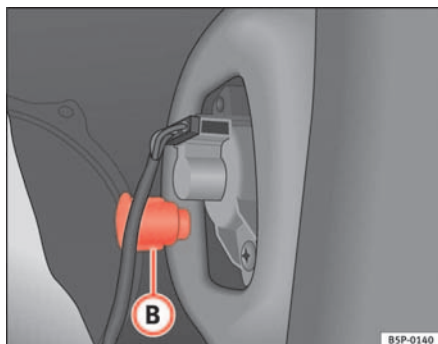

Abb. 182 Standlicht/Bremslicht
- Schrauben Sie die Kunststoffhalterung ⇒ Abb. 182 **B** der Rückleuchte heraus. Zum Herausdrehen können Sie einen Schraubenzieher in dieses Teil einsetzen.